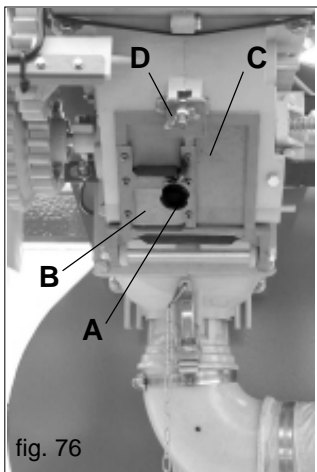

fig. 76
- a) Einen Sack oder einen Behälter unter die Auslassöffnung des Dosiergerätes stellen und dann den Kugelgriff (A, Abb. 76) aufdrehen, um den Trichterinhalt durch die Öffnung (B) abfließen zu lassen. Die Ablassöffnung (C Abb. 76) öffnen, indem die Flügelmutter (D Abb. 76) geöffnet wird, um den Inhalt des Dosierers abzulassen.